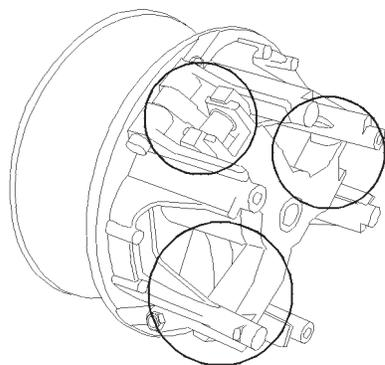

図54
6. 図54で○で囲んで表示している部分の可動部に潤滑剤 (Toro潤滑スプレー; 代理店で購入可能) をスプレーする。
- タンク前面下のホース（図54）を接続する。